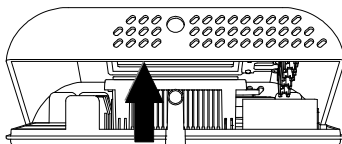

Fig. 3
- 3 Ruotare la calotta esercitando una leggera pressione fino ad estrarla completamente (Fig. 3).